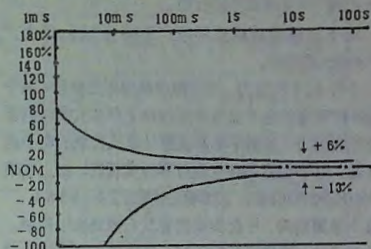
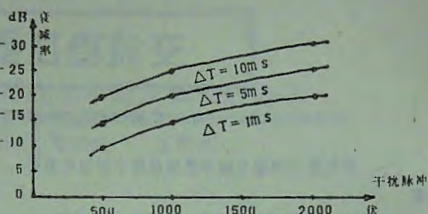

图1 CBEMA计算机电源容限曲线示意图
图2：稳压电源应有的抗常模传导干扰特性曲线
的基础之一是计算机技术；因此，可以CBEMA所制订的计算机电源容限曲线作为研究新一代电源应有指标的主要参考。该曲线与美国“西部电子工程师”所发表的曲线是基本一致的。具体见图1。
在这种电源扰动中要获得图1所示或更优的电源质量，必须对经典的稳压电源指标的个别部分进行修改和增加新的指标。
(2) 失真度：按计算机系统，自动测试系统等的要求，在开关式负载和电机负载时均应优于5%。
(3) 对外电压变化的应变时间：大家知道传导干扰通常由滤波器去滤除，但是在50C/S附近的变化，滤波器显然不能滤除，这部分扰动应由快的应变时间去解决。为了满足图1曲线的要求，必须使响应时间优于20ms，并且不应产生脉宽大于10ms，脉幅高于 $+25\%U_{nom}$ 以上的扰动。
干扰分为共模及常模两种。共模干扰如果不变成常模，对于负载是没有直接影响的，但只要任何的不平衡，共模就会变成常模；所以抗共模以高为好。抗常模干扰的指标可按如下法计算。如图1，当干扰持续时间小于1ms，允许最大幅值为 $80\%U_{nom}$ 。广州某地电网用“电源干扰分析器”测量的结果表明，“这种干扰幅度以几十伏到500伏、600伏，时间从几微秒到毫秒级不等，象600伏以上的干扰一天迫近千次”。上海某地电网，在功率因数补偿电容器接入或断开瞬间存在高达700伏——724伏，数十个脉宽为ms级的脉冲干扰。工业生产现场可能出现的干扰，甚至可达2000V。由此可估算出抗常模干扰的指标，如图2示。